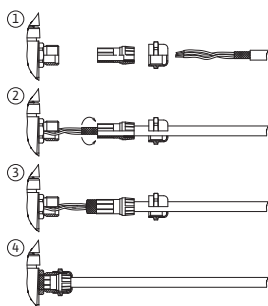

Fig. 25: Varjestuskate
Varjestus ühendatakse kaabli läbiviiguga elektroonikamoodulile. Vt Fig. 25.
Digitaalsisendi, analoogsisendite ja siinikommunikatsiooni kaablid tuleb varjestada metallkaabli läbiviigu keermeühendusega (Fig. 19, pos 4, 5 ja 6). Varjestuse kohta vaadake Fig. 25.